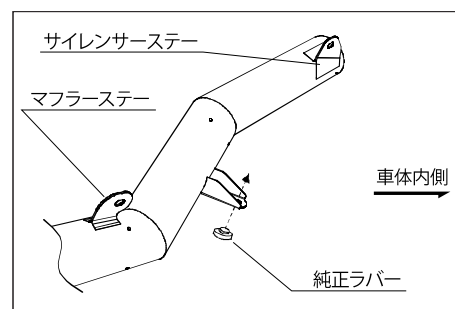

図. 3
- ② 図. 3 を参考に純正スタンドストッパーラバーを移設します。